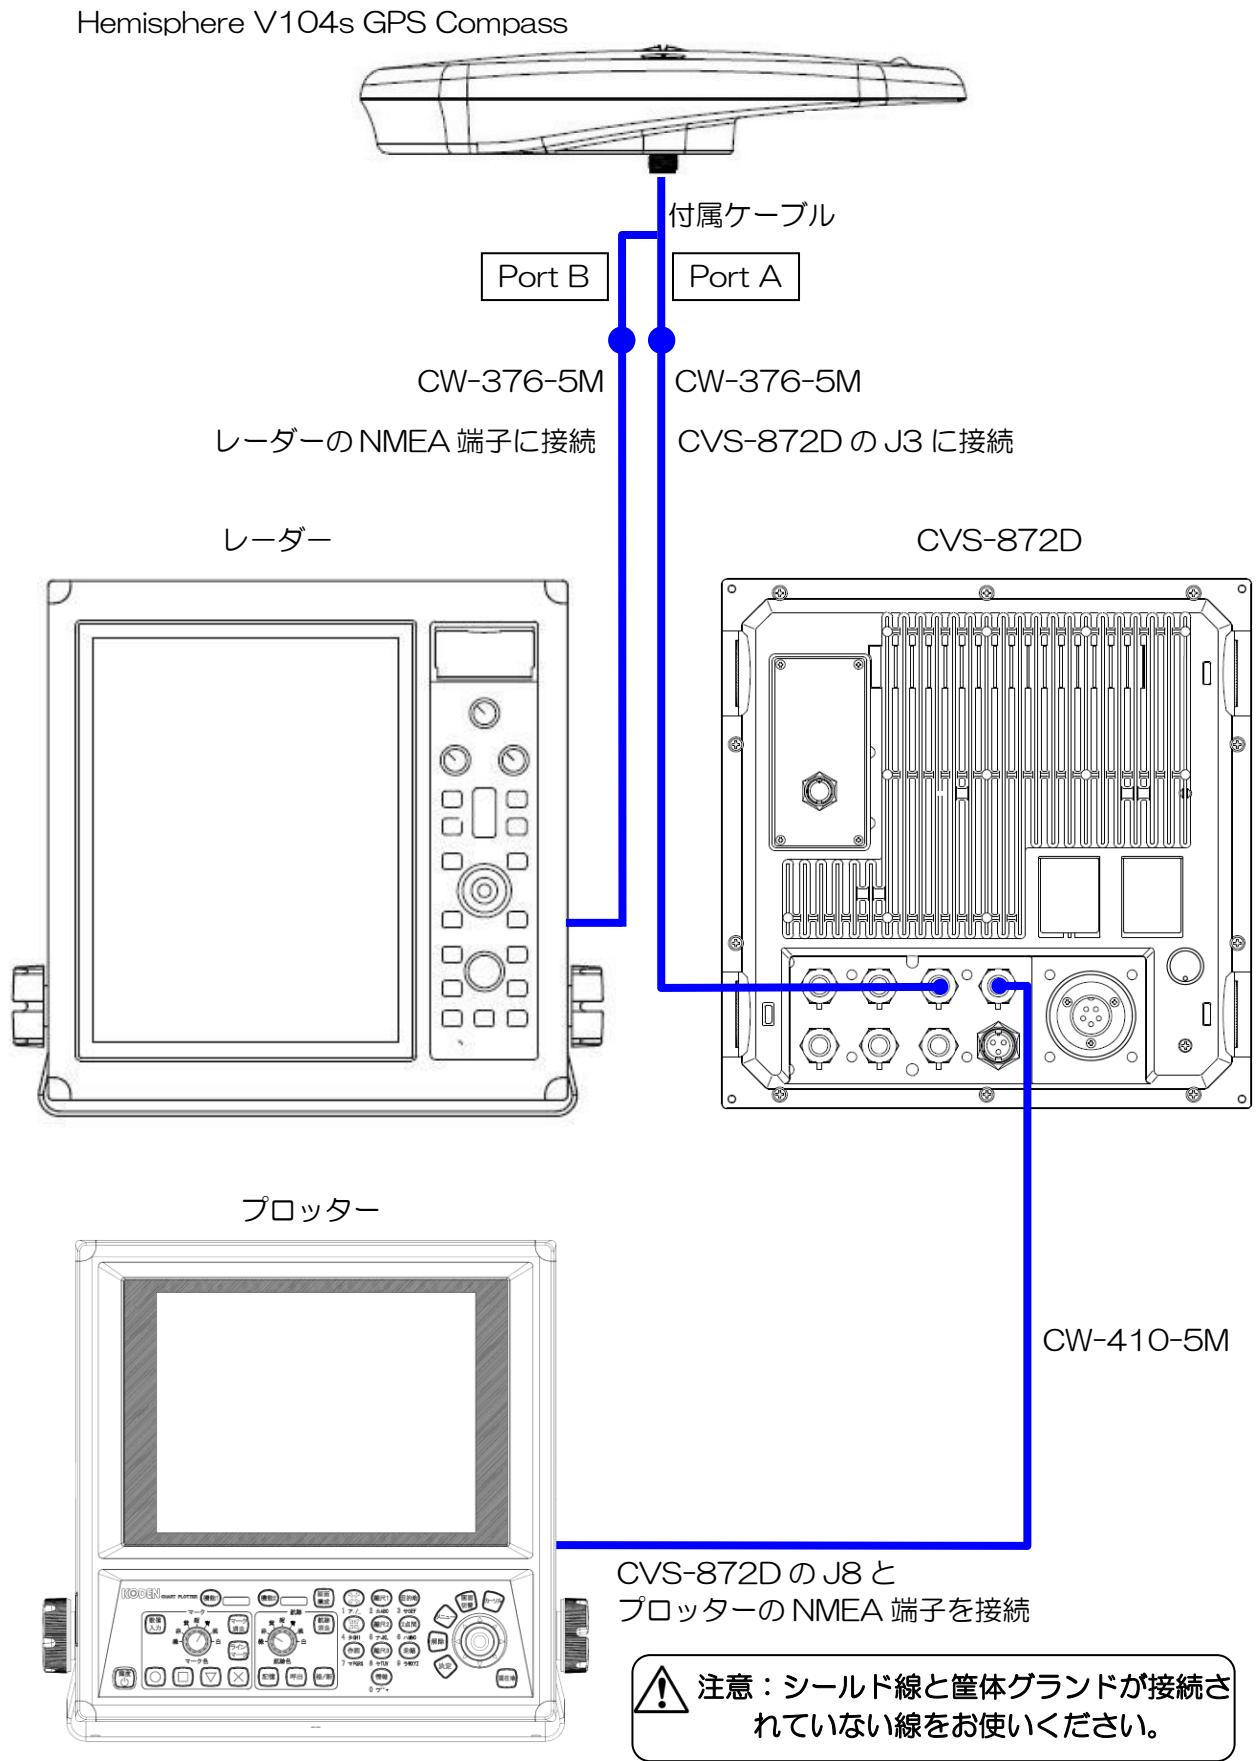
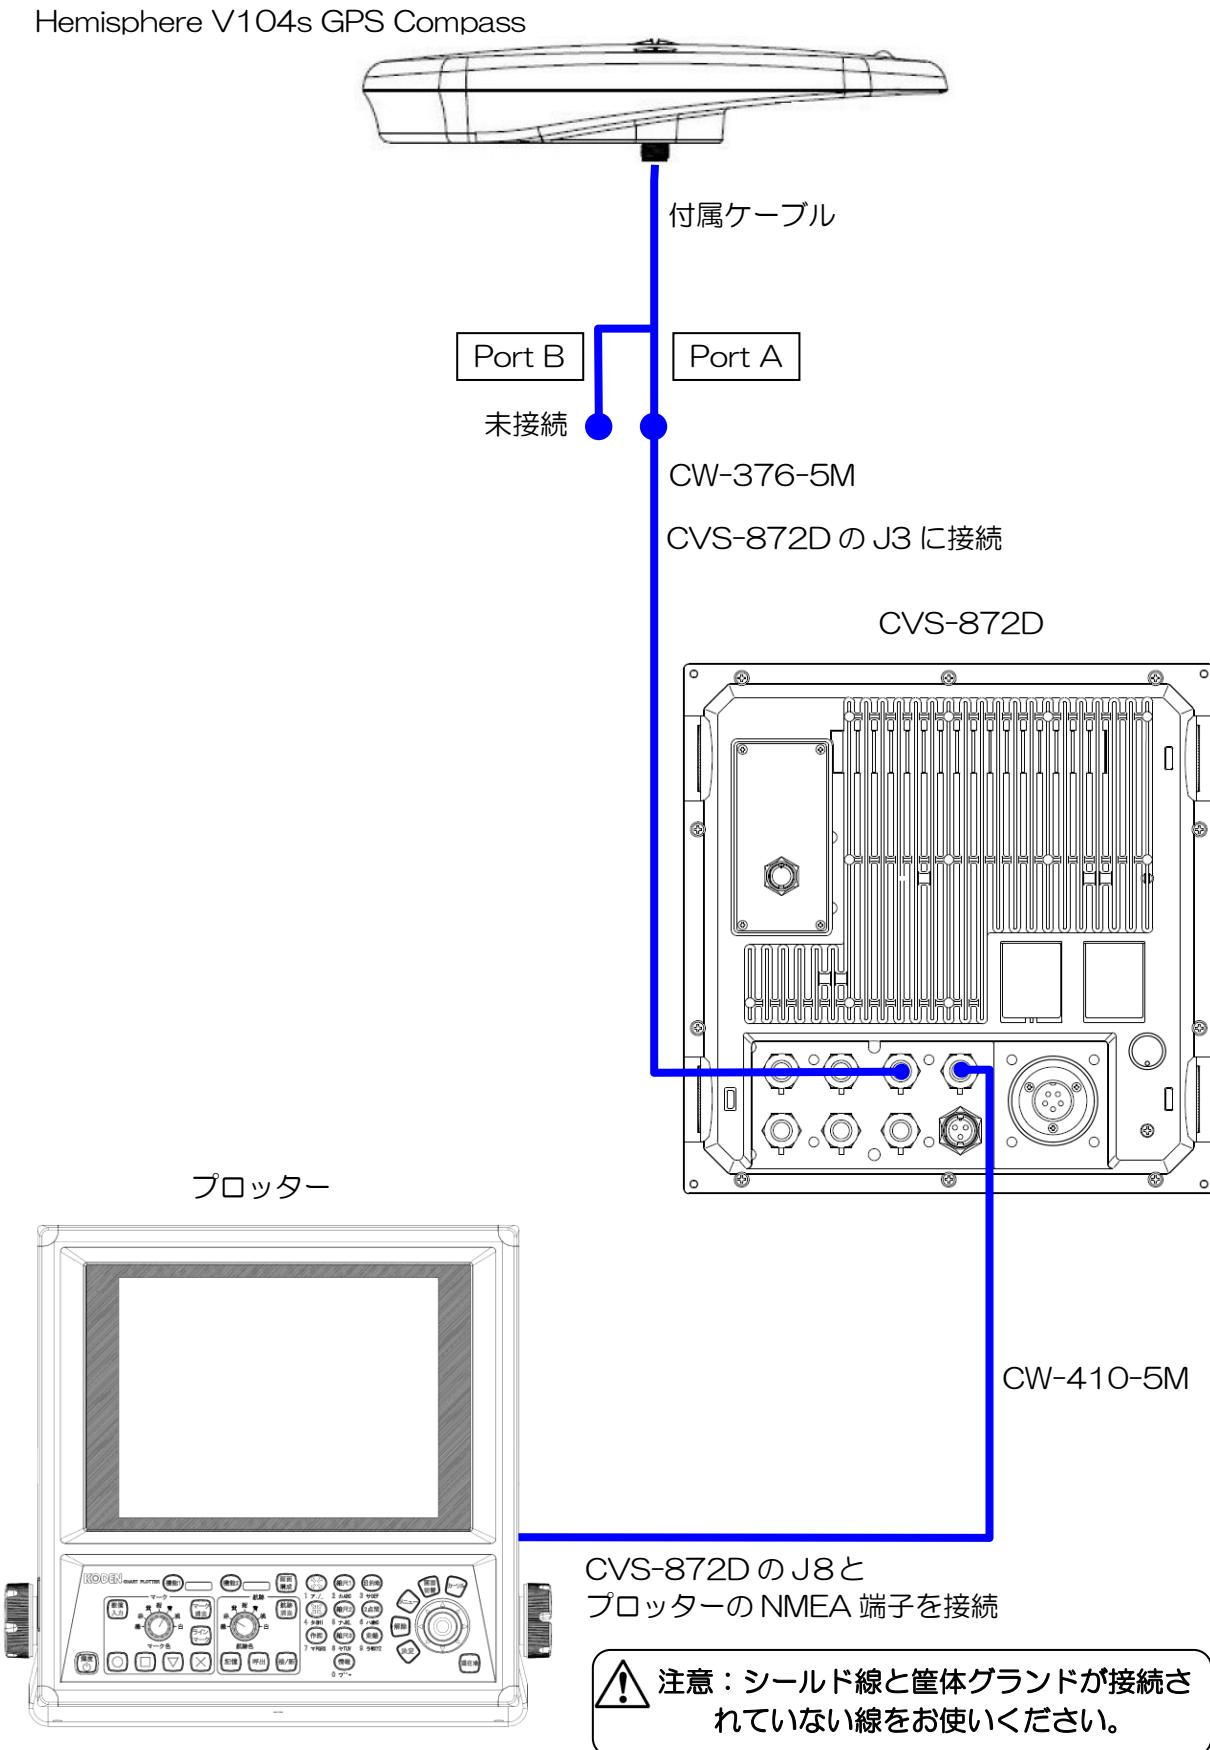

図 1.55 総合接続図 4
図 1.57 総合接続図 6
- 3) レーダーにも接続しGPSコンパスとして接続する場合は、Port Bと半田付けが終了したCW-376-5MをレーダーのNMEA端子へ接続してください。(図1.55 総合接続図4参照)
それ以外の場合はPortBとの接続の必要はありません。(図1.57 総合接続図6参照)
- 4) 図1.55 総合接続図4～図1.57 総合接続図6を参照して、CVS-872DのJ8端子とNMEAで通信する他の機器を接続してください。